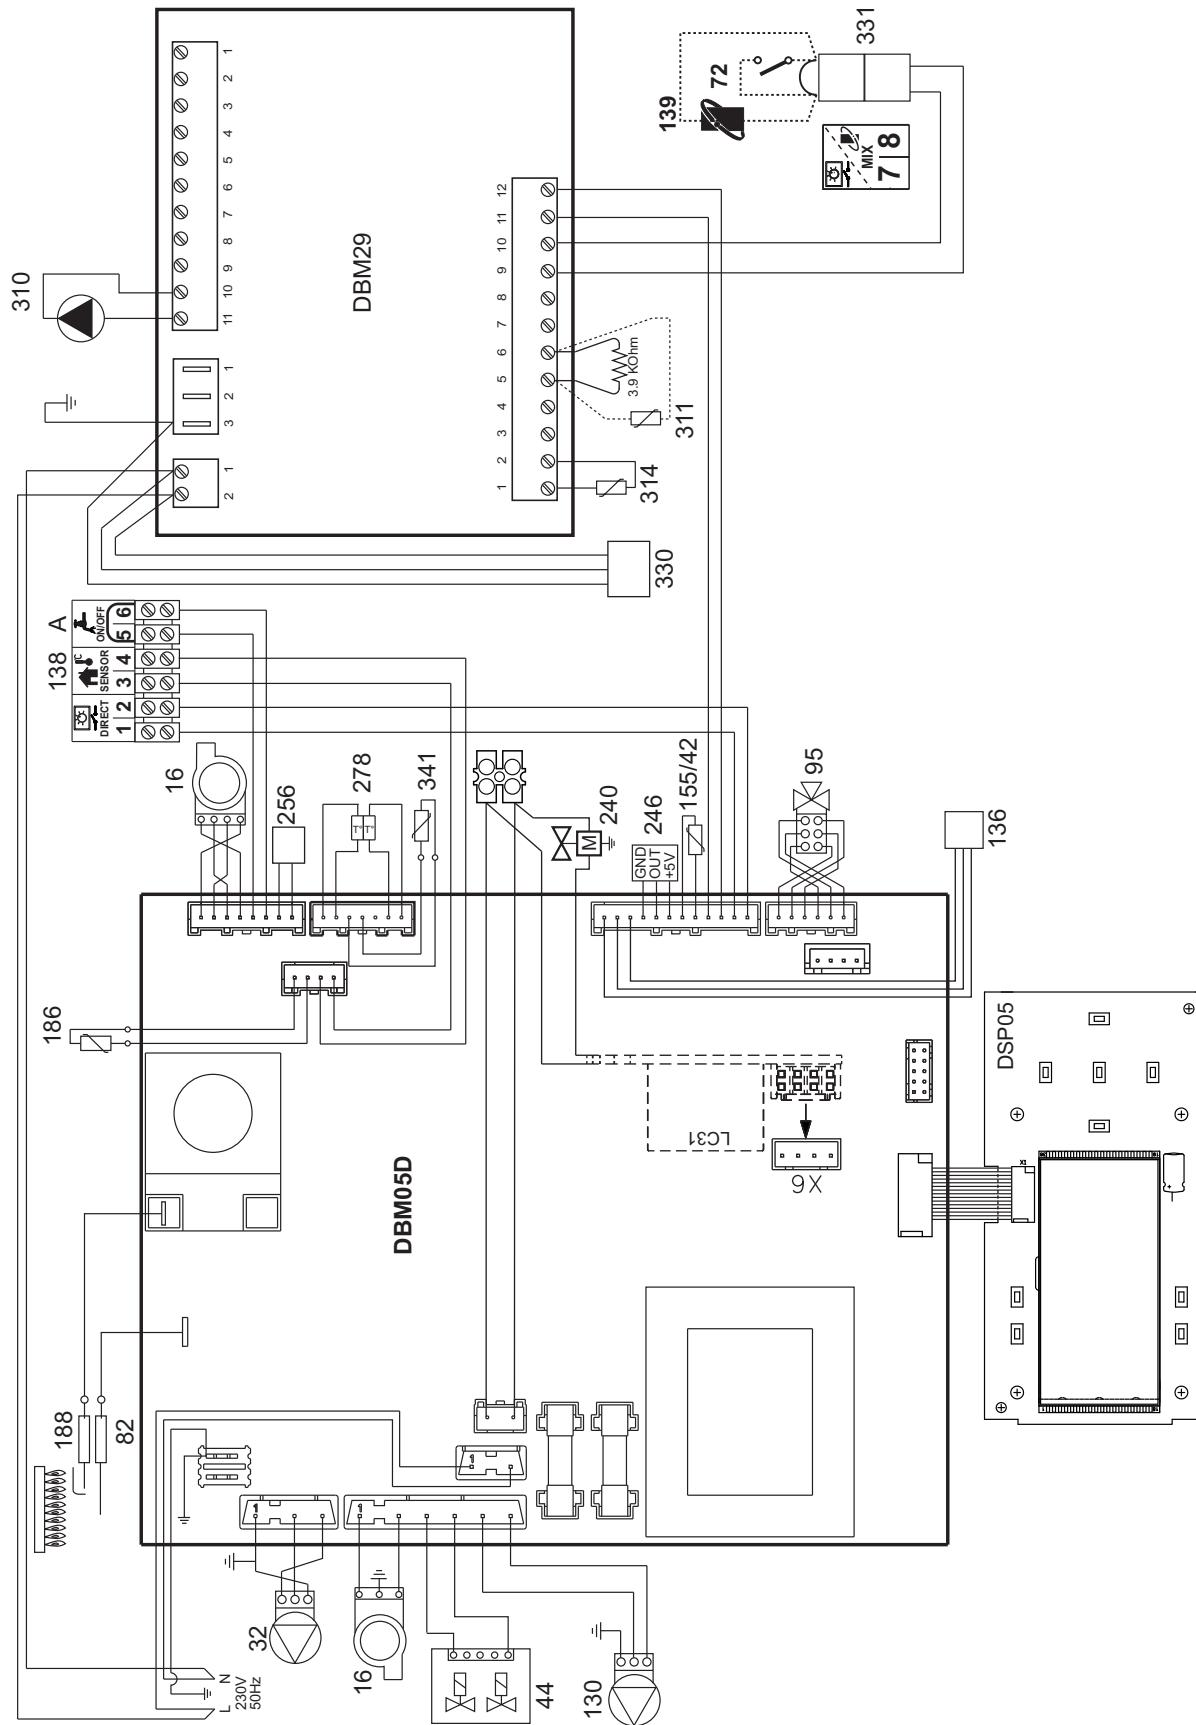
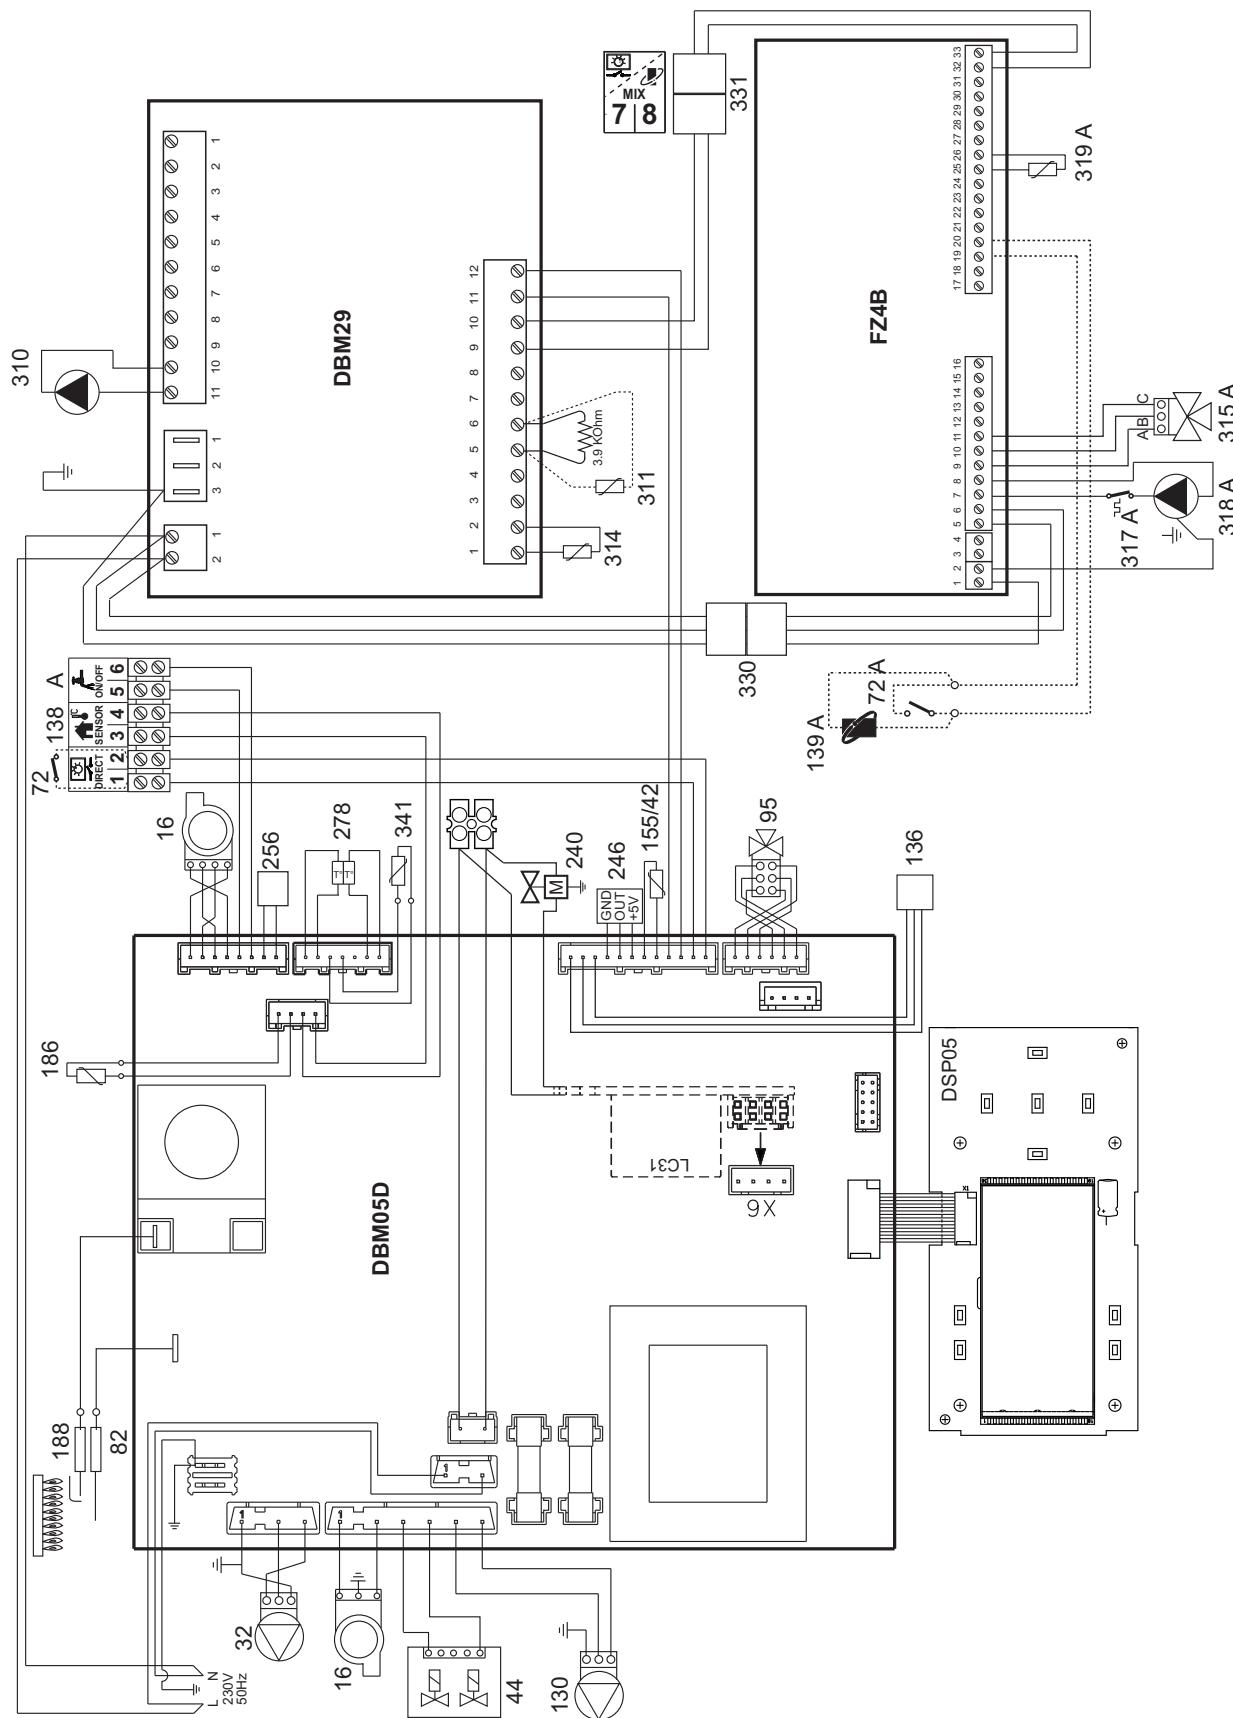
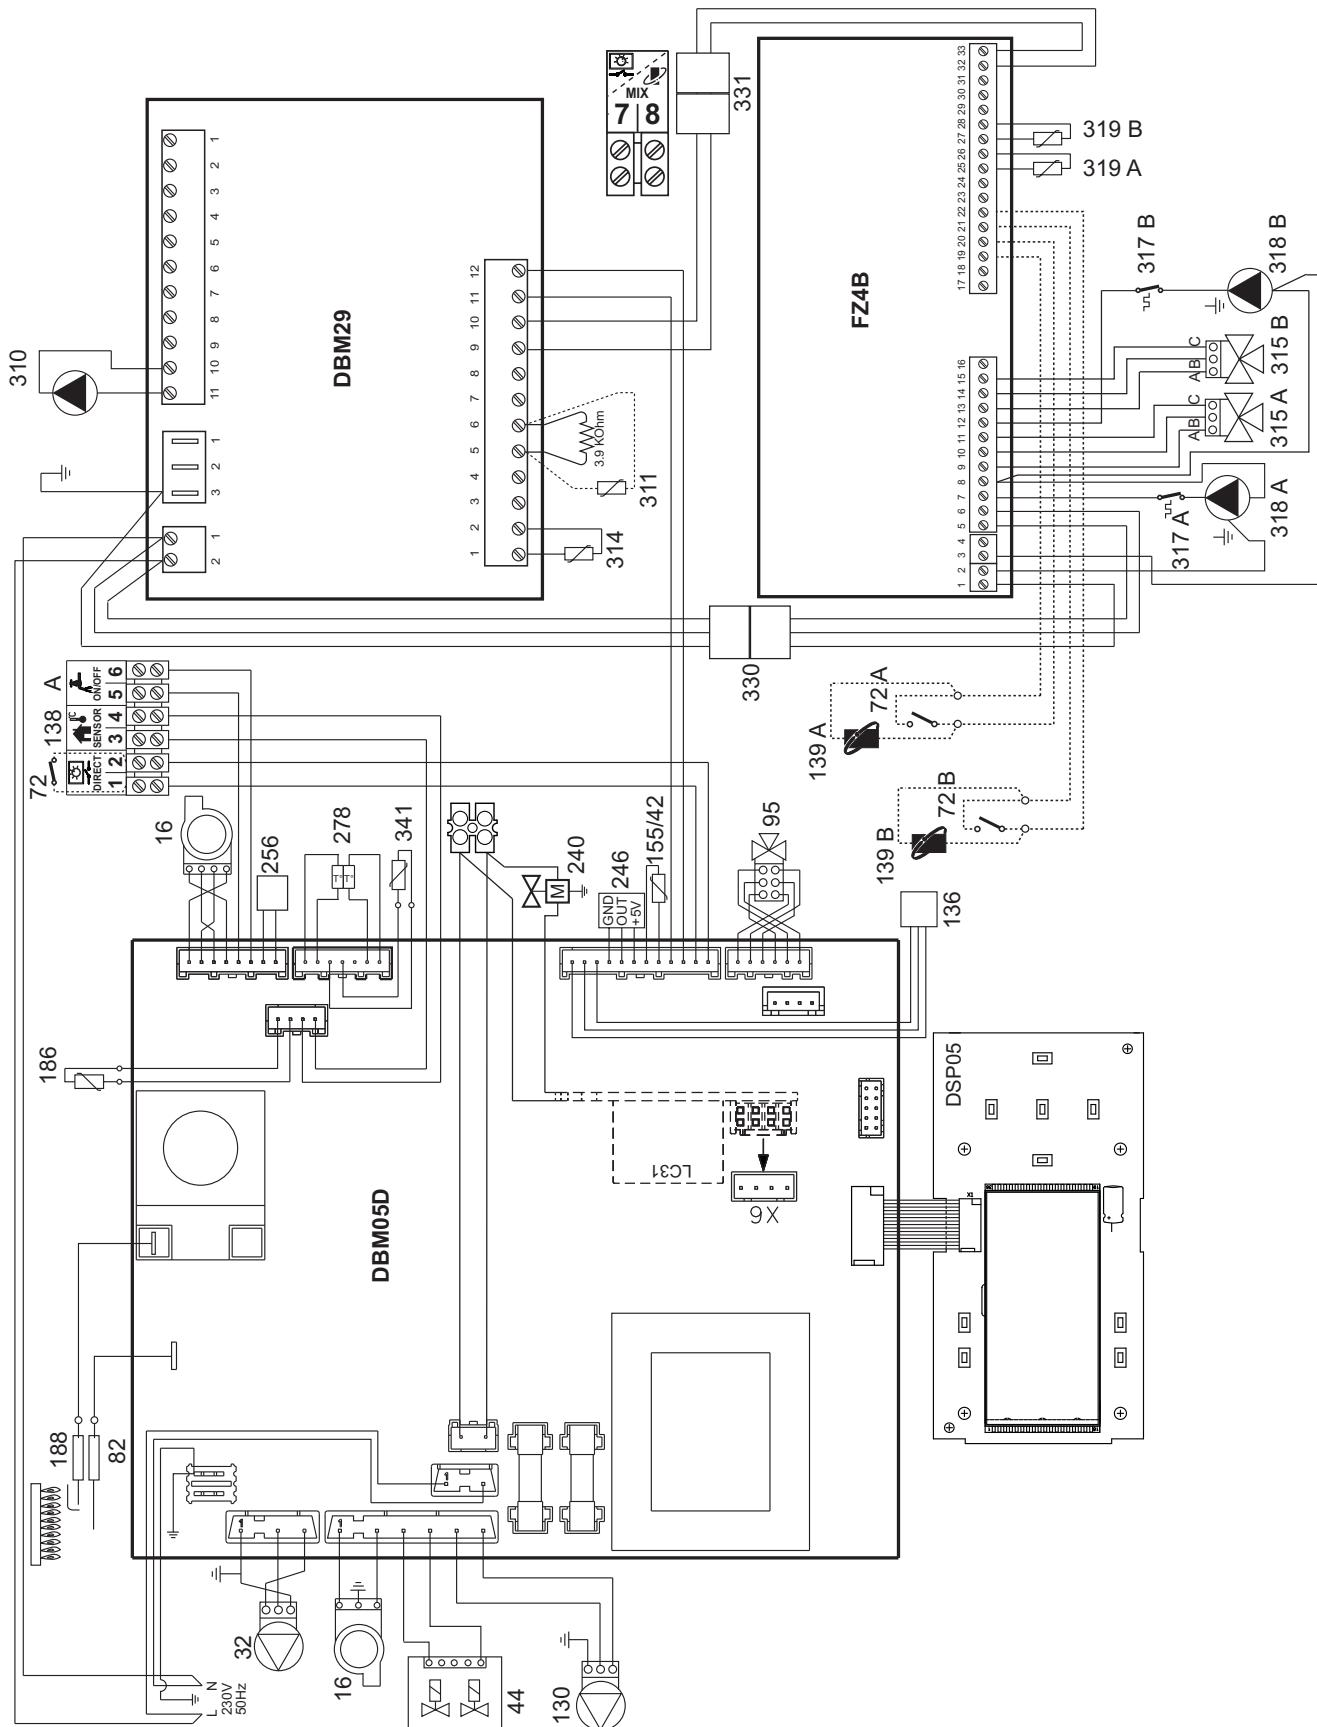

fig. 75 - Schema elettrico di serie
fig. 76 - Schema elettrico con prima zona bassa temperatura
fig. 77 - Schema elettrico con prima e seconda zona bassa temperatura
### Legenda schemi elettrici fig. 75, fig. 76 e fig. 77
#### Legenda fig. 75 - fig. 76 - fig. 77
**Tabella. 7 - Connessioni per fig. 75 - fig. 76 - fig. 77**